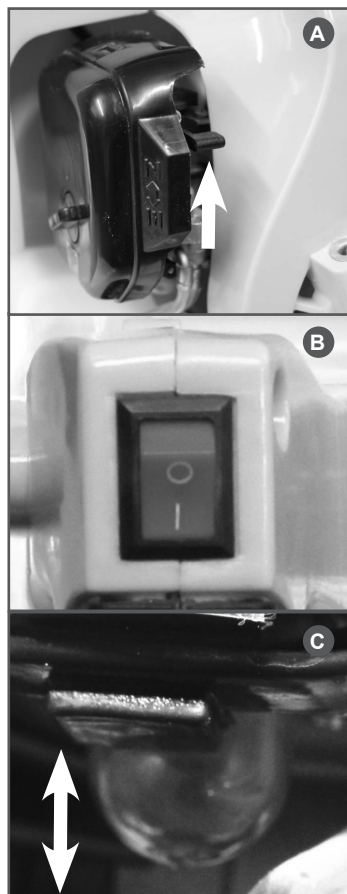

Рис. 9 Запуск двигателя
7. Закройте воздушную заслонку карбюратора. Для этого рычаг управления воздушной заслонкой установите в верхнее положение «ЗАКРЫТО» (Рис. 9А).
8. Выключатель зажигания (Рис. 9В) установите в положение «I» (ВКЛЮЧЕНО).